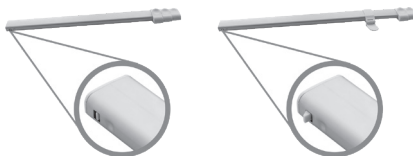

рис.1
**ПРИМЕЧАНИЕ:** Телескопические стойки фиксируются у основания с помощью рычажка. Для снятия стоек необходимо сложить стойку до упора и закрыть фиксаторы (рис.1).